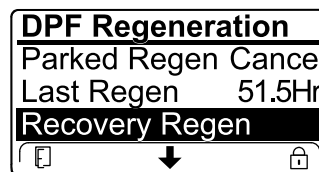

Figure 52
- Si le calculateur moteur n'a pas demandé de régénération d'urgence et que vous naviguez jusqu'à l'option RECOVERY REGEN (régén. d'urgence), la régénération d'urgence se bloque et l'icône de blocage (Figure 52) apparaît en bas à droite de l'InfoCenter.